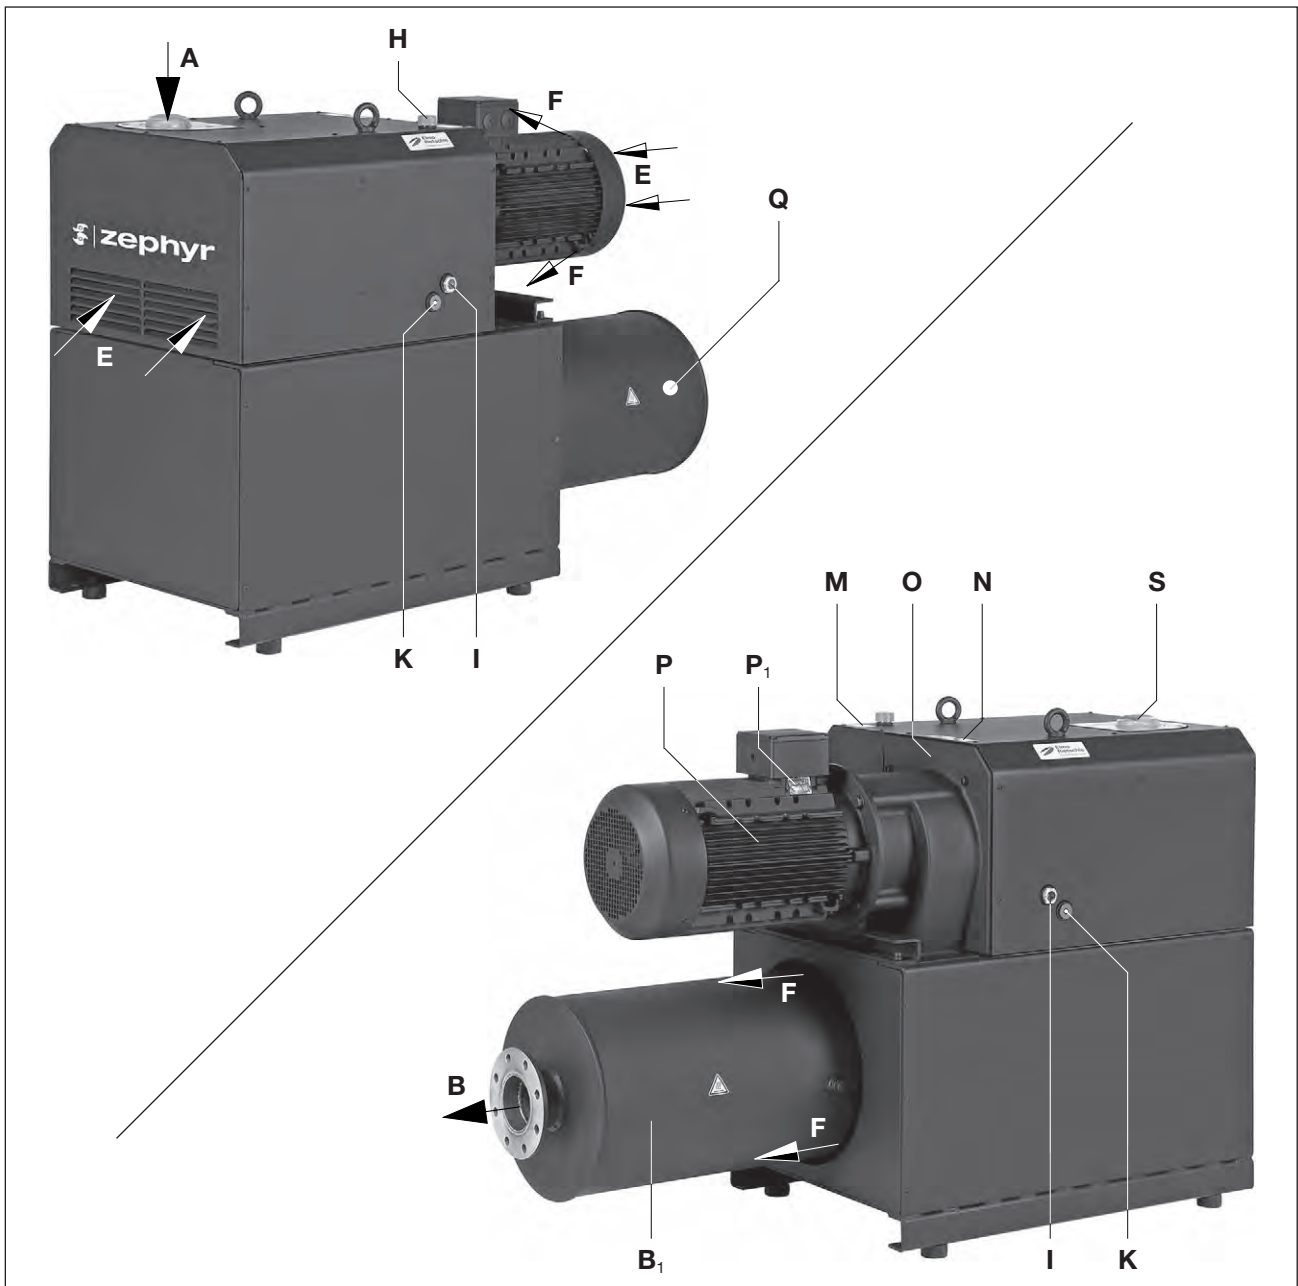

Fig. 2 Pompe à vide C-VLR 1000
Le type C-VLR 1000 est doté côté aspiration d'une bride de raccordement et côté surpression d'un silencieux de refoulement.(fig. 2/B1). L'air aspiré est purifié grâce à un filtre crépine (fig. 2/S).
Le VLR 1000 se trouve sous un capot insonorisant. Afin de dissiper la chaleur de compression, l'air de refroidissement est soufflé entre le compresseur et le capot par le biais d'un ventilateur aspirant l'air frais de refroidissement (fig. 2/E) et refoulant l'air chaud à la sortie de l'air de refroidissement (fig. 2/F).
Le point de remplissage d'huile (fig. 2/H), les voyants d'huile (fig. 2/I) et les points de vidange d'huile (fig. 2/K) doivent être facilement accessibles. Les entrées (fig. 2/E) et sorties (fig. 2/F) d'air de refroidissement doivent être espacées des parois avoisinantes d'au moins 30 cm. L'air de refroidissement refoulé ne doit pas être réaspiré. Pour faciliter la maintenance, il convient de prévoir un dégagement d'au moins 40 cm devant le filtre crépine (fig. 2/S).
- a) Retirer les feuilles au raccord du vide (fig. 2/A) et placer le filtre crépine (fig. 2/S) face bombée vers le haut.
- c) L'air aspiré peut être refoulé soit au silencieux de refoulement à (fig. 2/B) soit à la bride via une conduite.
- a) Verser l'huile de lubrification pour pignons et paliers (pour le type d'huile approprié, voir la rubrique « maintenance ») par les points de remplissage d'huile (fig. 2/H) jusqu'à la moitié des voyants d'huile (fig. 2/I).
- a) Les données électriques du moteur sont indiquées sur la plaque signalétique de l'appareil (fig. 2/N) ou sur celle du moteur (fig. 2/P1). Les moteurs sont conformes à la norme DIN EN 60034 et ils sont exécutés dans la classe de protection IP 55 et la classe d'isolation F. Le schéma de raccordement se trouve dans la boîte à bornes du moteur (ceci ne concerne pas les exécutions avec prise). Vérifier que les données électriques du moteur sont bien compatibles avec le réseau (type de courant, tension, fréquence, intensité admissible).
En fonctionnement normal, les températures de surface pour les éléments (fig. 2/Q) peuvent dépasser les 70°C.
- ▷ Le sens de rotation préconisé de l'arbre d'entraînement est indiqué par la flèche d'indication du sens de rotation (fig. 2/O) située sur la bride du moteur.